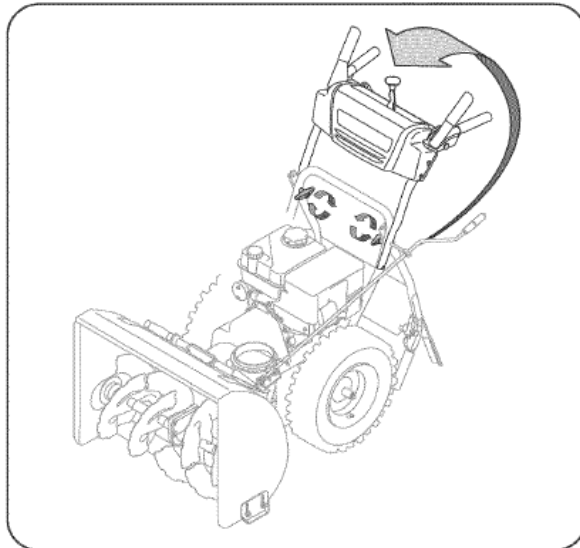

Рисунок 1
- 2) Перед тем как повернуть ручку вверх, осмотрите нижнюю заднюю часть снегоуборочной машины, чтобы убедиться, что оба троса проходят по направляющим роликам (смотри рисунок 1).